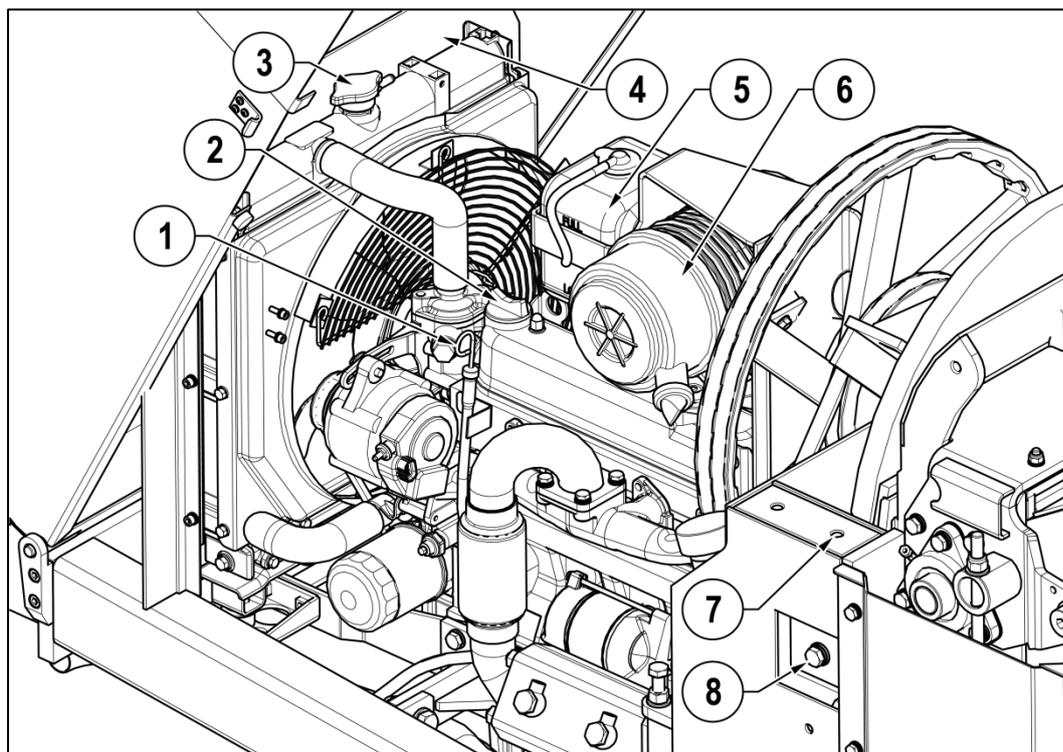

Abbildung 12
- Motoröl prüfen. Siehe Abbildung 12
- Wasserstand in Vorratsbehälter des Kühlers prüfen. Siehe Abbildung 12